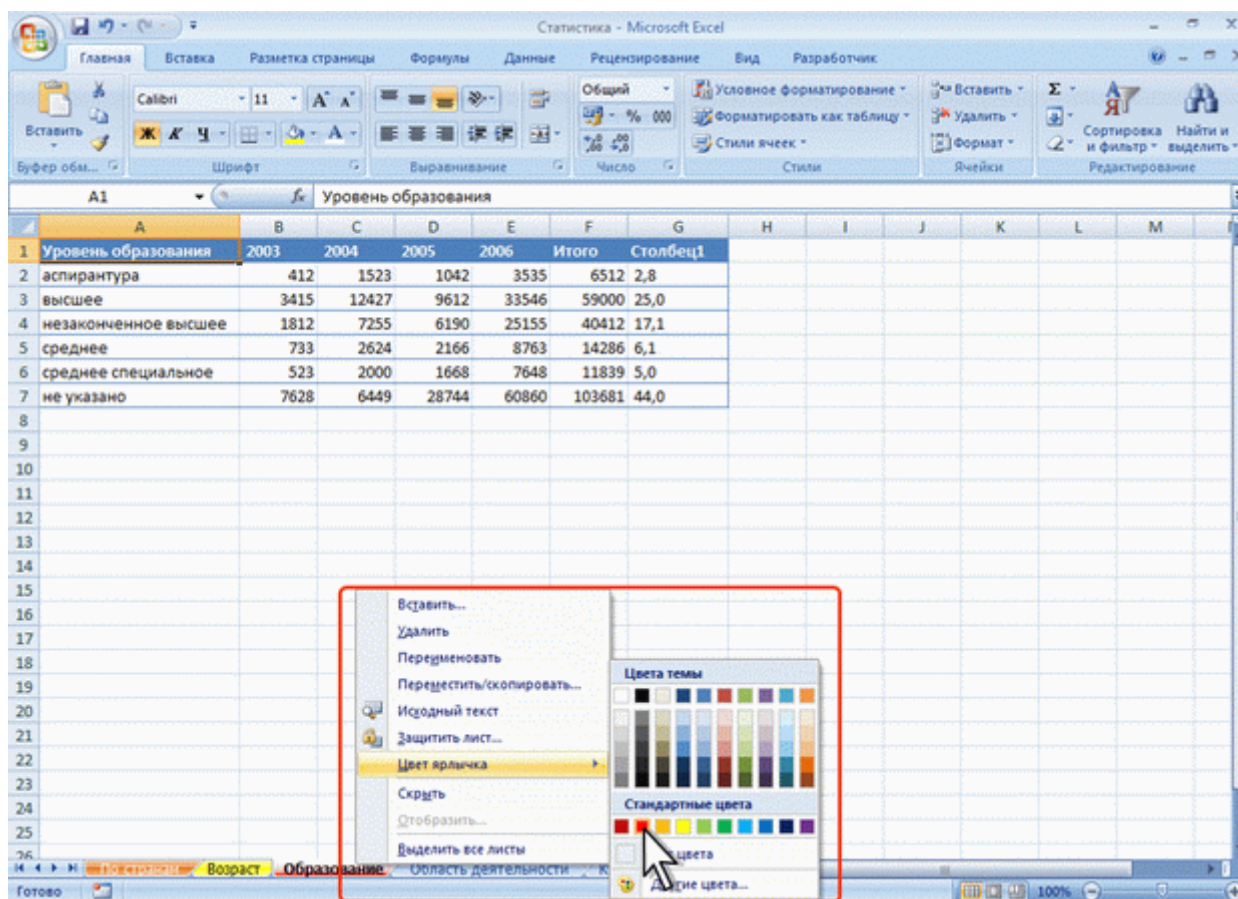

Рис. 3.16. Выбор цвета ярлыка листа
2. В контекстном меню выберите команду *Цвет ярлычка*, а затем выберите цвет в палитре цветов (рис. 3.16).